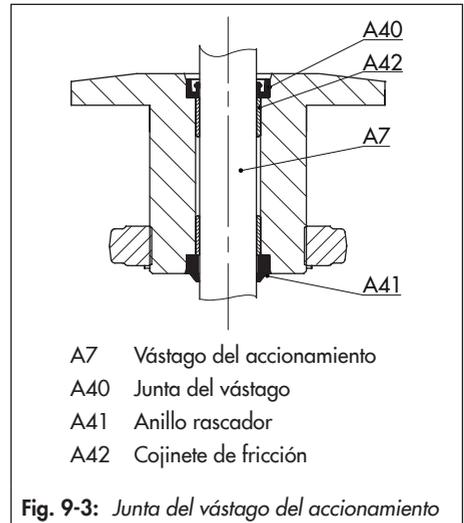

Fig. 9-3: Junta del vástago del accionamiento
Ver Fig. 9-3
6. Montar la junta del vástago con una herramienta adecuada. Al hacerlo prestar atención a la correcta colocación de la junta del vástago, ver Fig. 9-3.